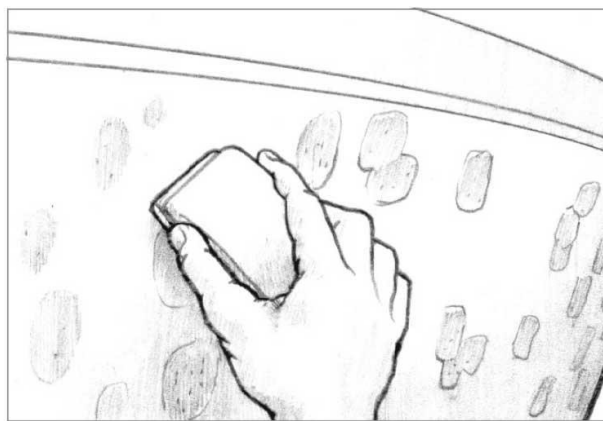

Рисунок 4-8 После высыхания шпаклёвки, шлифуйте поверхность, пока она не станет ровной.
7. Отшлифуйте поверхность «вровень», следуя рекомендациям, описанным в разделе 6.4.2 (Рисунок 4-8). Проверьте ровность поверхности. Если есть необходимость, нанесите шпаклёвку повторно, повторяя процедуру, пока поверхность не будет ровной и гладкой.